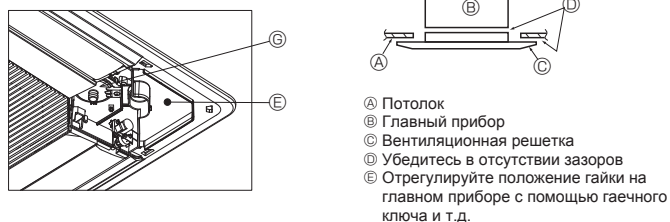

Fig. 9-7
9.4.3. Крепление вентиляционной решетки (Fig. 9-7)